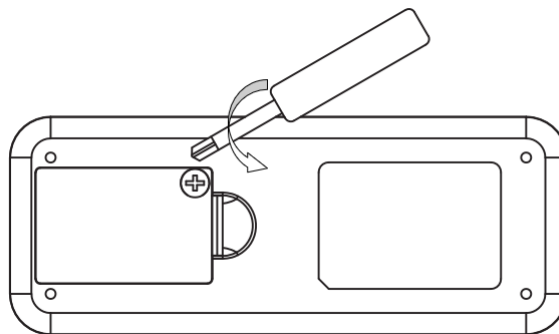

Abb. 11a
3. Lösen Sie die Schraube der Batteriefachabdeckung (Abb. 11a).